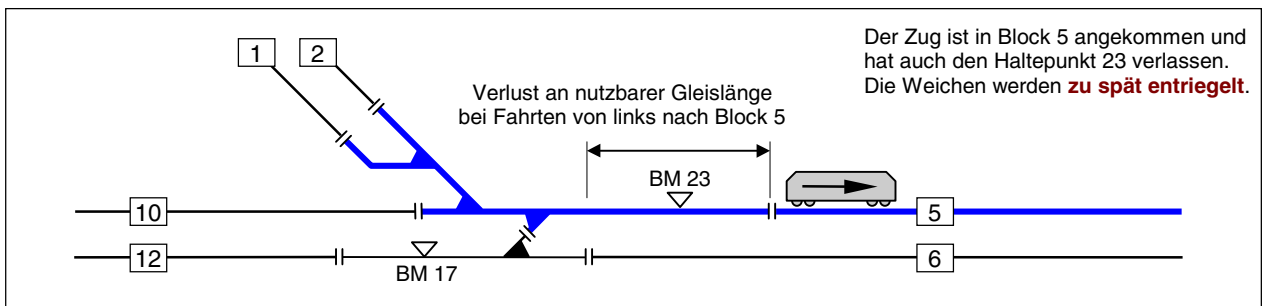

Bild 13.3 Behelfslösung mit Haltepunkt-Belegmelder und Verlust an nutzbarer Gleislänge
2. Der Weichenbereich gehört zu einem bereits vorhandenen benachbarten Belegtmelder. Diese Lösung kostet zwar nichts (im Bild 13.3 erfüllt der Haltepunkt 23 von Block 5 diese Funktion), hat aber den Nachteil, dass die nutzbare Gleislänge bei Fahrten von links nach Block 5 um die Länge des Haltepunkts (BM 23) geringer wird. Es geht etwas an nutzbarer Abstelllänge verloren.
Bild 13.4 Ausgefülltes SE-Formular mit BM 23 für die Lösung nach Bild 13.3. Das zweite Belegmelder-Feld sowie die Belegmelder BM1 und BM2 werden hier nicht benötigt.
Bei der Fahrstraße von Block 12 nach 5 (Bild 13.3) werden beide 'Frei'-Belegtmelder gebraucht. Hier wird bei Fahrten von Block 5 nach Block 12 ebenfalls eine Weiche überquert und die benutzte Fahrstraße kann erst wieder entriegelt werden, wenn der Zug in Block 12 den Belegtmelder 17 verlassen hat.